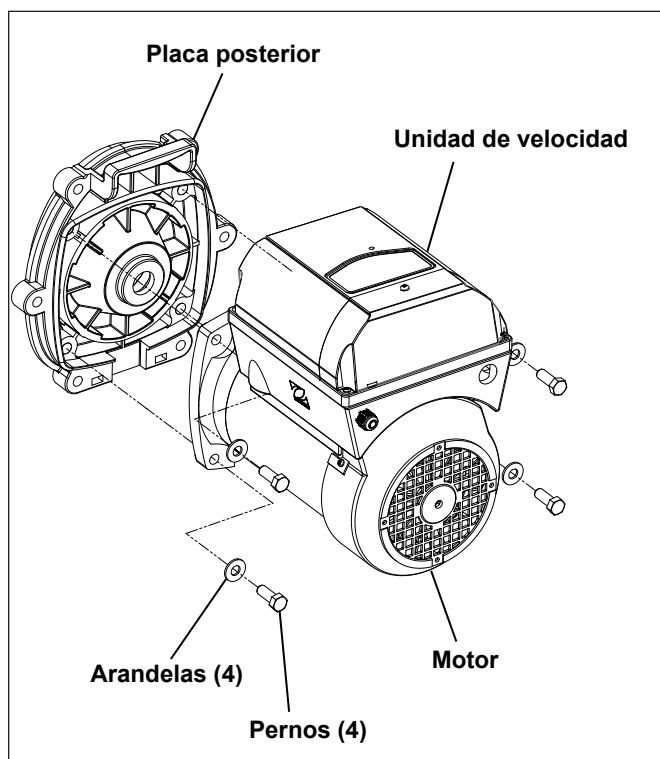

Figura 20. Montaje de la placa posterior
3. Tenga en cuenta la alineación de la placa posterior del motor, como se muestra en la figura 20. Coloque la placa posterior del motor con el lado de la junta tórica hacia abajo, desatornille los cuatro tornillos de 9/16" y quite el motor.
5. Sustituya los cuatro (4) tornillos y arandelas que sostienen la placa del motor y apriete hasta un torque de 15 lb-pie. Véase Figura 20.